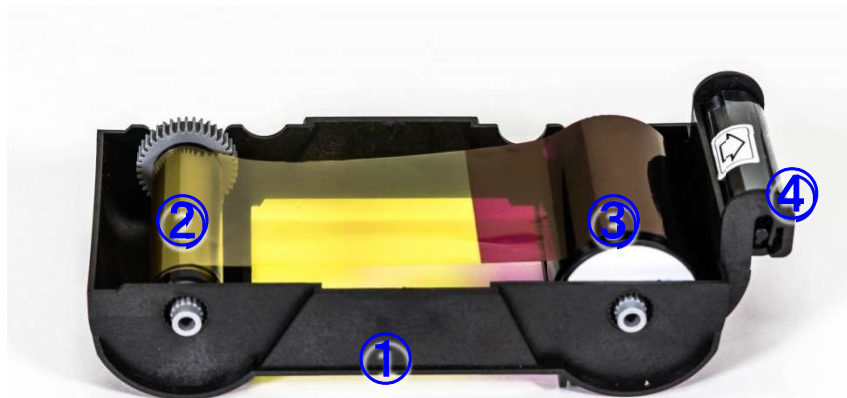

図7 リボンカートリッジ構造
-リボンは、図のように、リボンのリボンに巻かれています。図7のように、カートリッジにリボンを取り付けます。